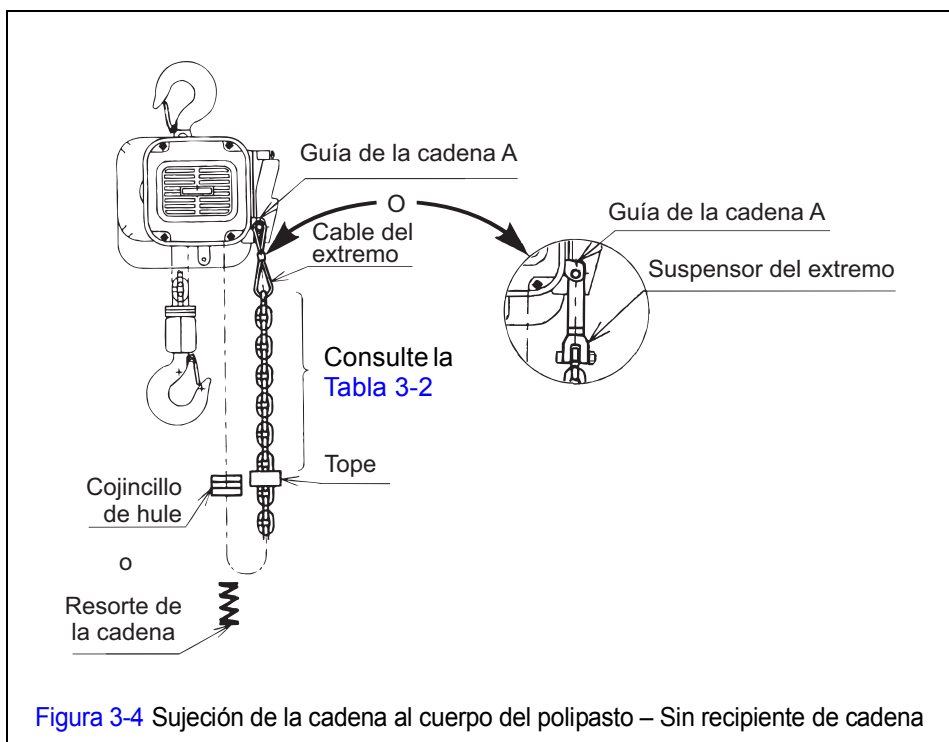

Figura 3-4 Sujeción de la cadena al cuerpo del polipasto – Sin recipiente de cadena
- 3.2.2 Cuando el polipasto se usa sin recipiente de cadena, el extremo libre de la cadena está sujeto al cuerpo del polipasto como se muestra en la Figura 3-4. Conecte el extremo sin carga de la cadena a la guía A de la cadena con el cable del extremo o extremo de suspensión proporcionado. Para el polipasto de 5 ton, conecte el extremo sin carga directamente a la guía de la cadena si la guía A está ranurada para aceptar la cadena. Asegúrese de que la cadena permanece libre de torceduras y que el tope de la cadena está instalado en el eslabón correcto. Consulte la Tabla 3-2 para la colocación correcta del tope.